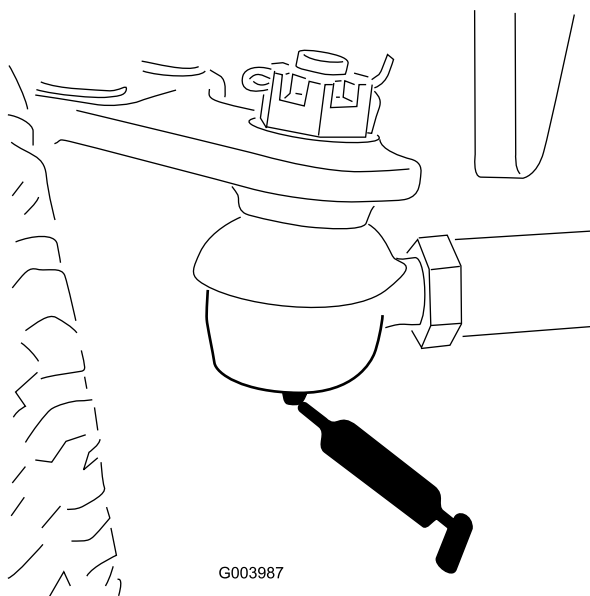

Figura 79
- Tirante del eje trasero (2) (Figura 79)